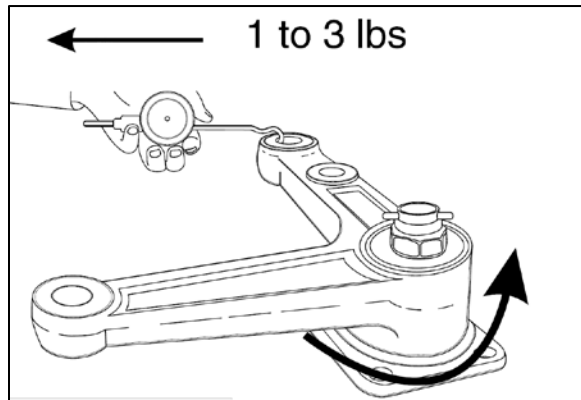

FIGURE 10
16. Si nécessaire, dévisser l'écrou jusqu'à ce que le levier coudé commence à tourner tout en appliquant une force de 1 à 3 lb comme montré sur la Figure 10.